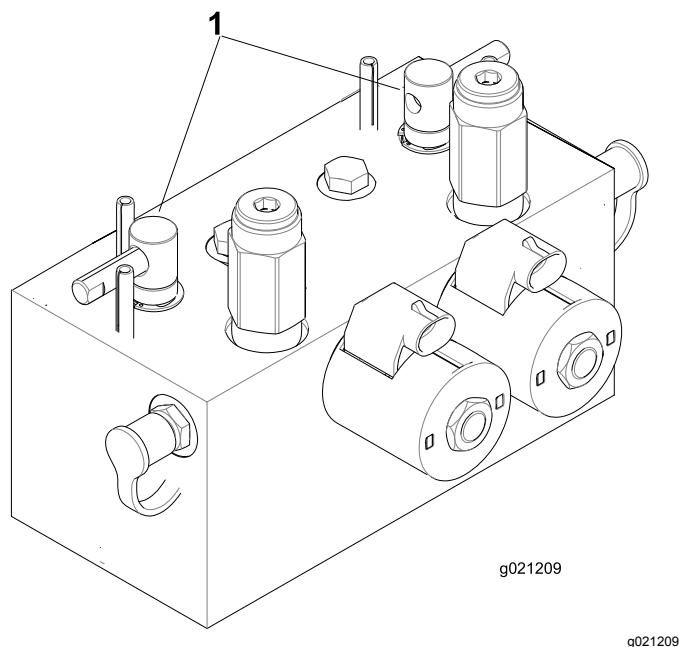

図 93
2. ラッチのロックを外してフードを開けるとバックラップレバーが見える 図 93。
5. バックラップレバーで、前のカッティングユニット又は後ろのカッティングユニット、あるいは両方を選択する 図 93。